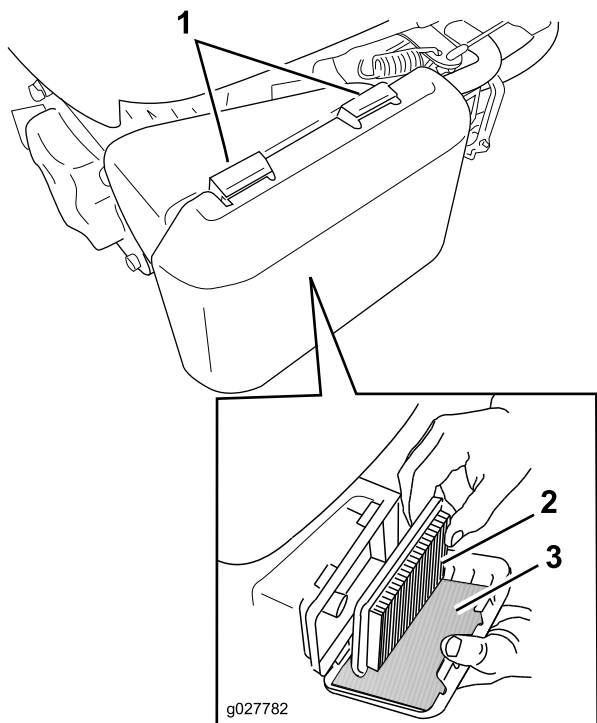

Figura 27
1. Presione hacia abajo los cierres de la parte superior de la tapa del limpiador de aire (Figura 27).
3. Retire el filtro de aire de papel y el pre-filtro de gomaespuma (Figura 27).